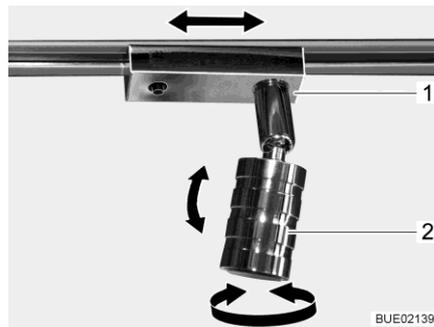

Bild 28 Spotleuchte
**Spotleuchte drehen:** ■ Gehäuse (Bild 28,2) der Spotleuchte in gewünschte Richtung drehen. Das Gehäuse kann in folgende Richtungen gedreht werden:
**Spotleuchte verschieben:** ■ Sockel (Bild 28,1) um ca. 45° drehen.
**Spotleuchte abnehmen:** ■ Sockel (Bild 28,1) um 90° drehen.